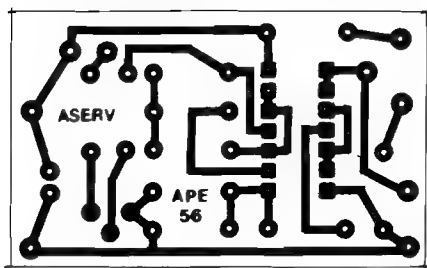

Fig.2
- **FIG. 2 - LAY OUT DO CIRCUITO IMPRESSO ESPECÍFICO** - Fácil e rápido de traçar (uma vez que não existe a menor complicação ou congestionamento no seu padrão cobreado...), o Impresso específico tem seu **lay out** mostrado em tamanho natural na figura... Devido à presença do Integrado, torna-se praticamente obri-